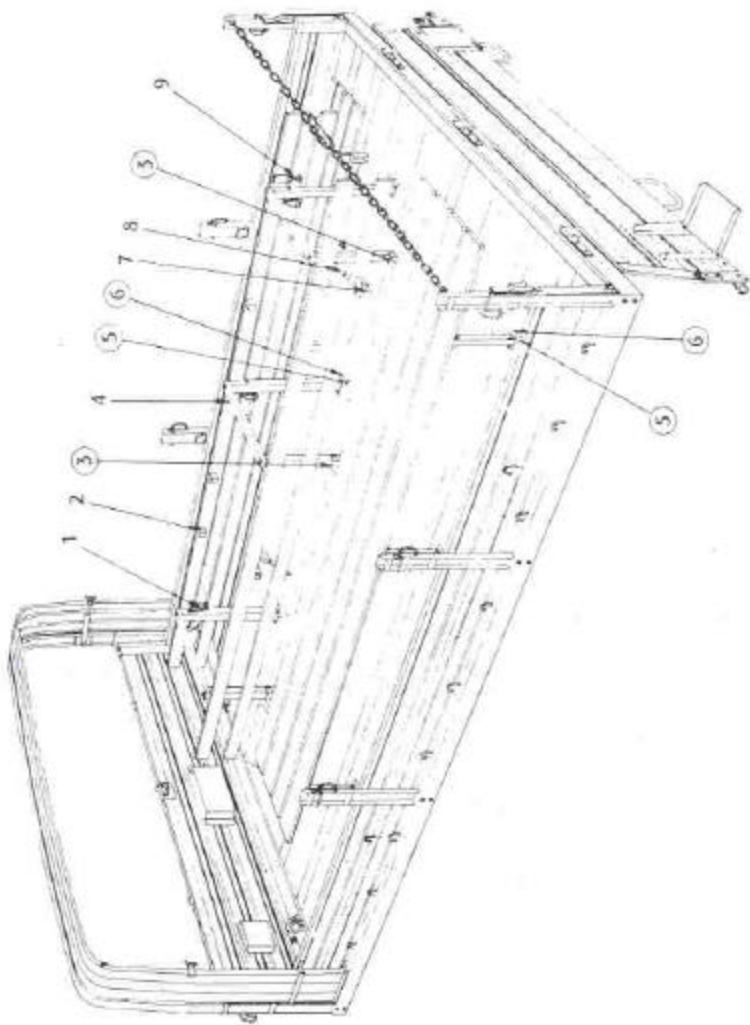

Fig 12. — Aménagement de la caisse avec banquettes centrales
26. Mise en place des banquettes en position centrale (fig. 12).
a. Desserrer les écrous à oreilles des tiges filetées à œil (9), rabattre les tiges, dégager les dossiers.
b. Placer les tétons (5) des pieds de dossiers dans les trous (6) des platines fixées au plancher de part et d'autre de l'axe du véhicule.
c. Enlever les broches de verrouillage (1) des éléments d'écartement (4) stockés sur le dossier droit. Soulever ces éléments jusqu'à ce que les pieds engagés dans les ferrures (2) soient libérés; les faire pivoter de 90° et les engager dans les pieds du dossier gauche. Remettre en place les broches de verrouillage (1).
d. Desserrer les contre-écrous de blocage des tendeurs à lanterne (clé de 17). Dévisser les deux tendeurs à lanterne (8) de la quantité juste suffisante pour les libérer des crochets de ridelles. Dégager les banquettes; les placer à plat sur le plancher, les ferrures en dessus, les charnières des pieds vers le milieu du véhicule.
f. Retourner le siège en soulevant d'abord le côté extérieur. Introduire les crochets (3) de fixation des banquettes dans leurs attaches de dossiers.
g. Introduire les tétons de pieds (5) dans les trous (6) des platines du plancher.
h. Placer les crochets de tendeurs à lanterne (8) dans leurs étriers escamotables (7) fixés au plancher, en utilisant au besoin un tournevis pour soulever les étriers.
27. *Mise en place des banquettes en « rehausses » de ridelles* (fig. 12 et 13).